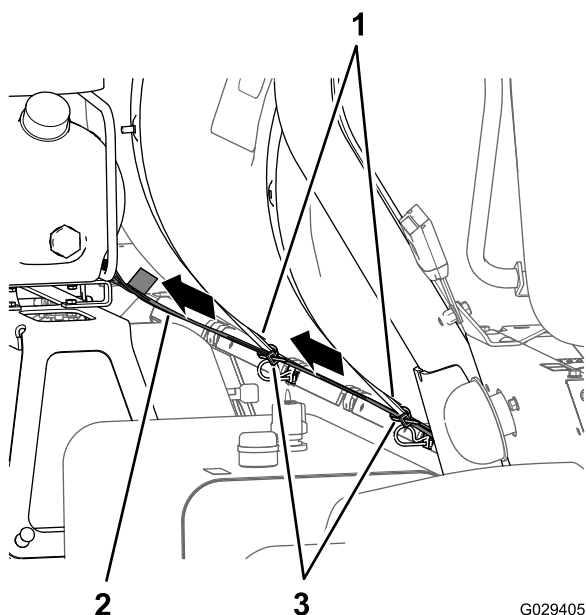

Figura 8
1. Localice el ramal del compresor de 236 cm del arnés de cables con un conector de 4 tomas y enrute el ramal de los cables hacia atrás a lo largo del depósito del fumigador como se muestra en Figura 7 y Figura 8.